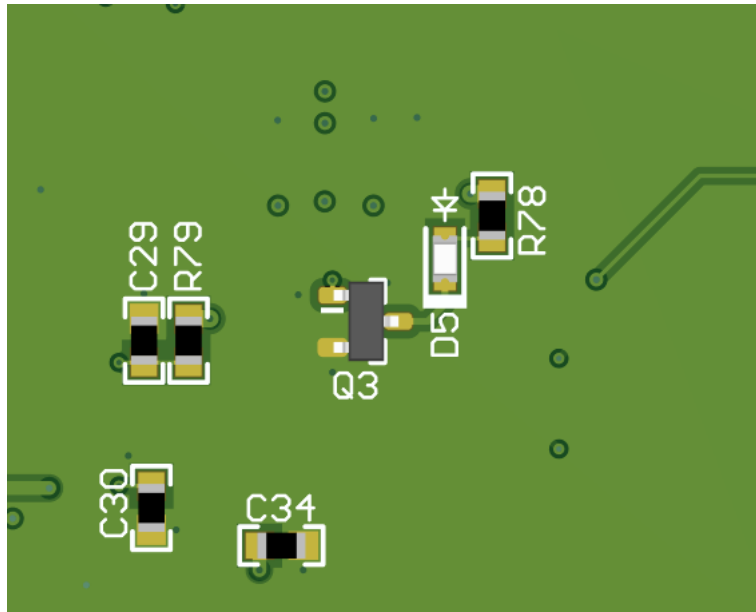

图 2-1. USB LED
- 点击 *Identify* 使 LED 闪烁，如图 2-1 所示。点击 *Identify* 按钮后，LED 会以约 0.5 秒亮、0.5 秒灭的频率快速闪烁约 5 秒钟。这样可确认与电路板的连接。但请注意，已连接到 PC 但未通过 TICS Pro 实例连接的 *USB2ANY* 器件，可能会持续以亮 1 秒、灭 1 秒的慢速闪烁。